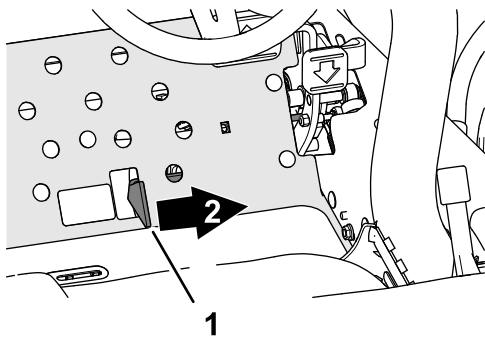

Figura 37
4. Empuje la palanca de bajar/segat/elevar hacia delante (Figura 37) para bajar y poner en marcha las unidades de corte (las unidades de corte delanteras están configuradas para bajar antes que las unidades de corte traseras).